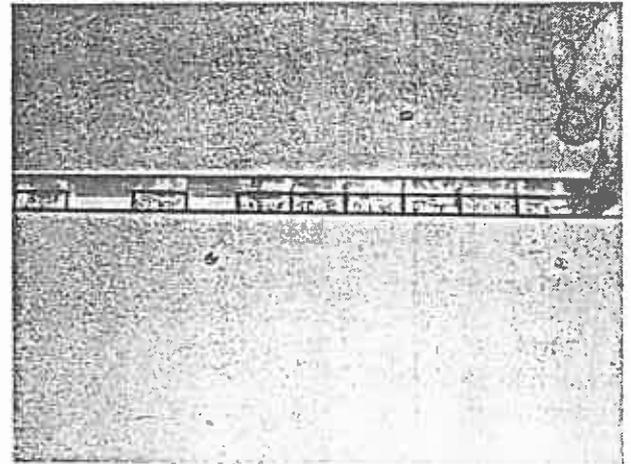

Bild 45
4. Diese Päckchen vor der Platte so lange festhalten (Bild 45), bis ein Päckchenstau entsteht. Päckchen loslassen.